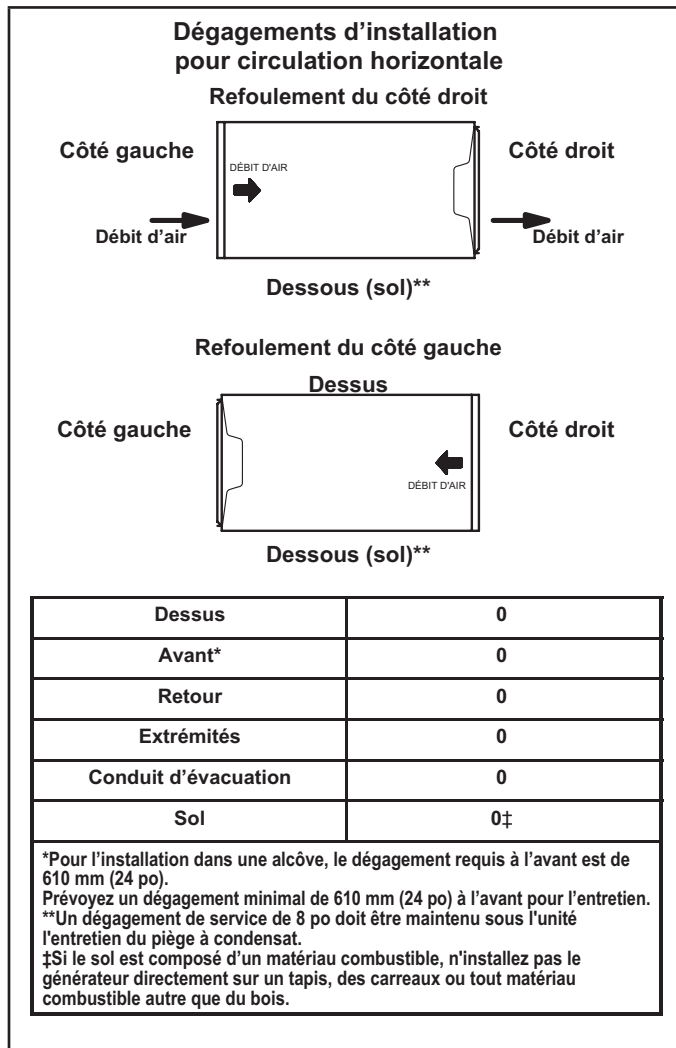

FIGURE 17
Reportez-vous à la FIGURE 17 pour les dégagements prescrits pour les configurations horizontales.
- 1 - Sélectionnez l'emplacement de l'unité en tenant compte des dégagements d'entretien et des autres dégagements nécessaires. Reportez-vous à la Figure 17.